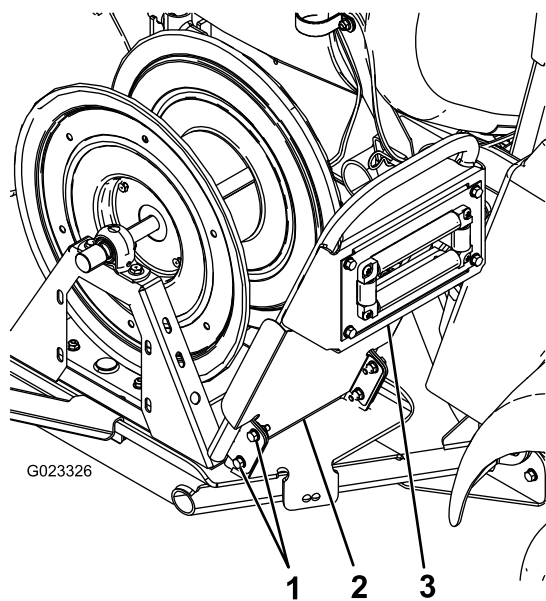

Figure 8
5. Montez, sans serrer, la poignée sur la plaque pivotante au moyen de 4 boulons (5/16 po) (Figure 8).
6. Fixez le pare-boue et la poignée à la plaque pivotante au moyen des boulons posés à l'opération 5 et de 4 écrous à embase (5/16 po) (Figure 8).